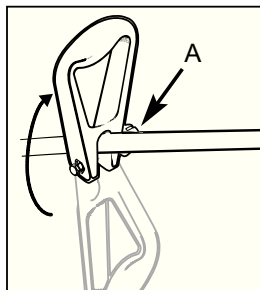

рис. 2
1. Ослабьте регулировочный винт и поверните ручку в сторону верхней части вала. Установите ручку на расстоянии 160220 мм от задней ручки (рис. 2).